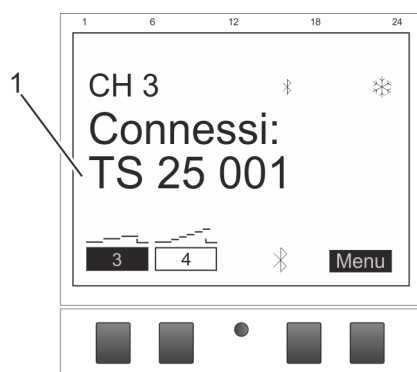

Fig. 10: L'estensione di canale è collegata all'interruttore orario
6. In presenza di collegamento attivo, l'estensione di canale indica il nome dell'apparecchio collegato (Fig. 10/1).